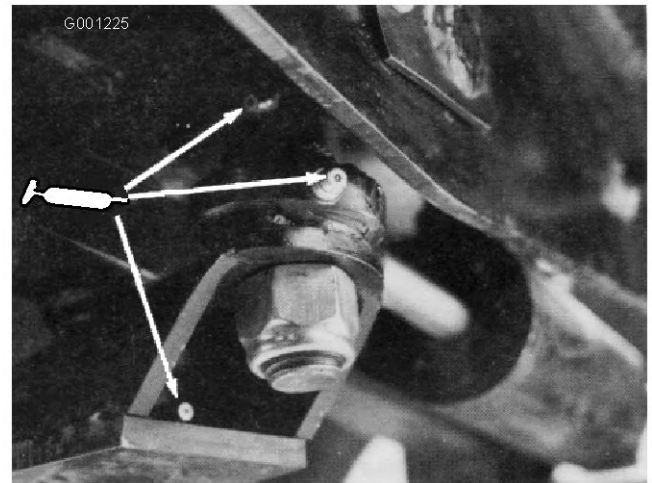

Bild 42
- Achsenstiftbüchse (Bild 42)
- Büchsen der Lenkpatte (Bild 42)